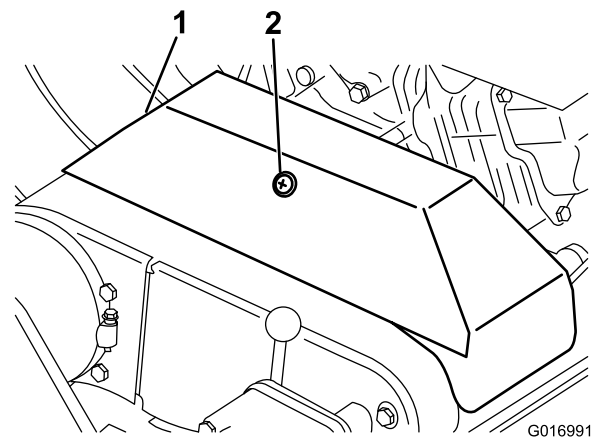

Figura 43
2. Afloje el retenedor que sujeta la cubierta de las correas en V y abra la cubierta (Figura 43).